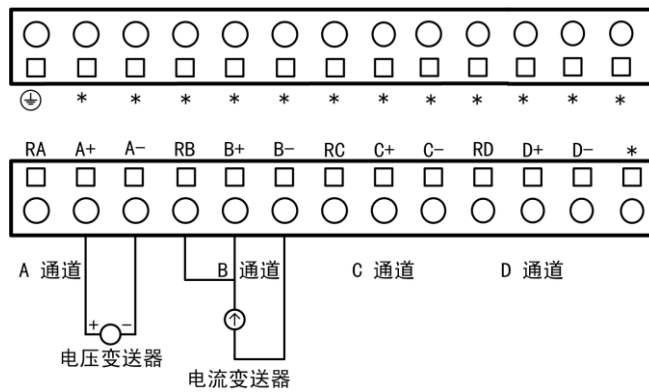
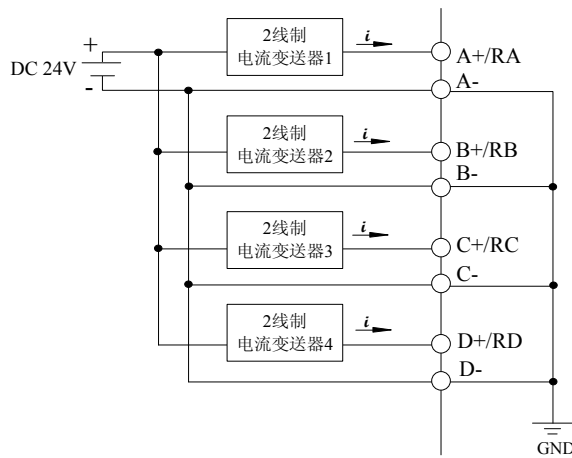
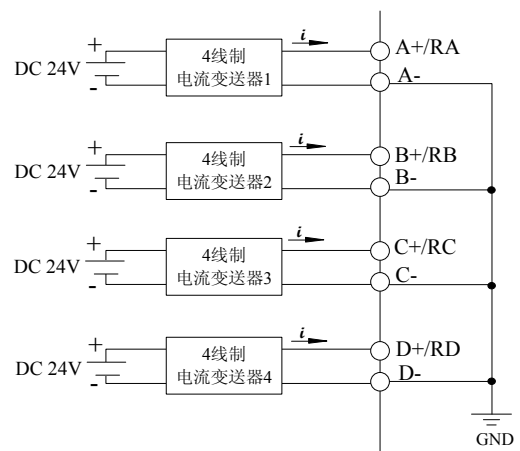

图3.2.7 LM3310B端子定义与接线图
图3.2.8 2线制电流变送器与LM3310B连接
图3.2.9 4线制电流变送器与LM3310B连接
4通道模拟量输入模块LM3310B的接线端子定义及典型现场接线如图3.2.7所示。
- 下排端子为信号输入通道, 输入信号可以是电压信号也可以是电流信号。图3.2.7所示为输入电压信号时的接线方式, A+接电压变送器的正端, A-接电压变送器的负端。图3.2.8、图3.2.9所示为输入电流信号时, 2线制电流变送器和4线制电流变送器的接线方式。2线制电流变送器由外部电源供电, 用户可以根据电源容量需求, 选择使用CPU模块的24VDC输出电源或者自己外接电源;